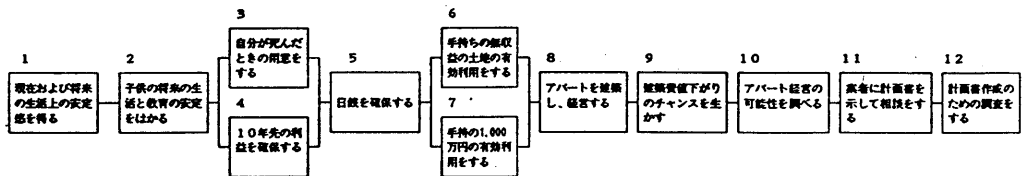

図4 PMD技法とPMD技法を90°、180°、270°回転させた技法との例による比較
6. 図4は手法の考察としてなぜ目的と手段の関係を上から下へ作ると微妙な目的と手段の関係が見え、左右に並べるとそれが見えなくなるかの実例を同じ内容のPMDを90°、180°、270°回転させて示したものである。この比較から、例えば正規のPMDのブロックNo. 8と9の関係で意思決定の真意が示されるが、90°回転させたPERT型の表現ではそのブロックNo. 8と9の順序を逆にしてもたいてはおかしいとは感じなくなるので、その真意とする目的と手段の関係がPERT型では見えなくなることがわかる。